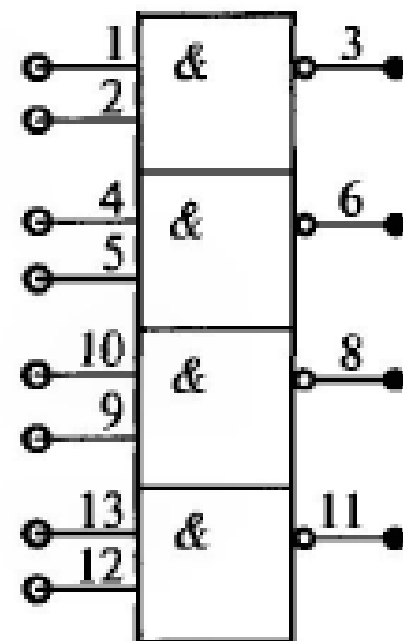

Рис. 8.2. Микросхема КР531ЛА3
**Пример 8.4.** Требуется составить программу испытаний и проверить ЦИМС КР531ЛА3, показанную на рис. 8.2.